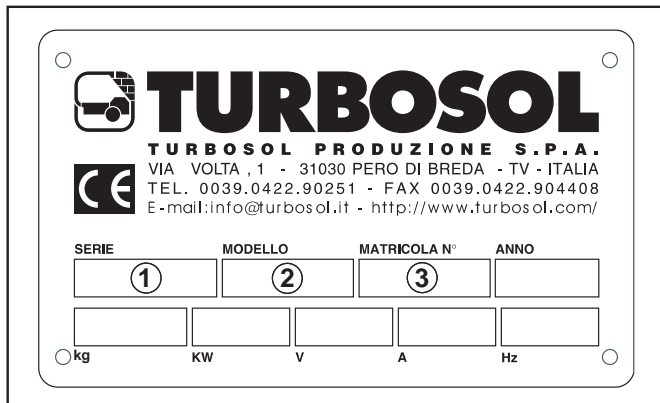

FIG.01
El marcado CE está constituido por una placa (FIG.01) en parte serigrafiada y en parte grabada, que tiene las siguientes dimensiones L= 159 mm H= 95 mm, los datos reproducidos están burilados. La serie (1), el modelo de máquina (2) y el número de matrícula de la máquina (3), como también los datos que conciernen la potencia, están grabados en la placa.